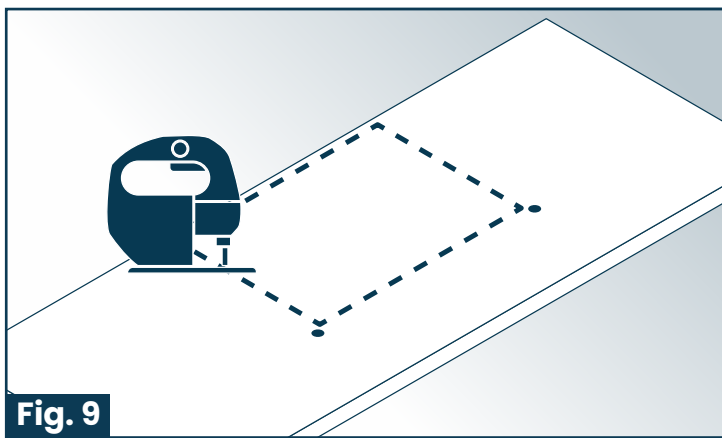

Fig. 9
5. Cut out the opening using a jig saw or similar tool. (Fig. 9)
5. Cortar la abertura con una sierra o herramienta similar. (Fig. 9)
5. Découpez l'ouverture à l'aide d'une scie ou d'un outil similaire. (Fig. 9)